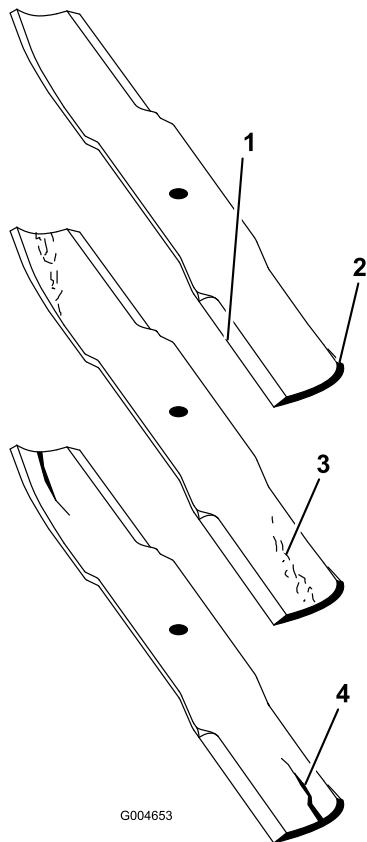

Figure 84
2. Examinez attentivement les tranchants de la lame, particulièrement au point de rencontre des parties plane et incurvée (Figure 84). Le sable et les matières abrasives peuvent éroder le métal à cet endroit, c'est pourquoi il est important de contrôler l'état de la lame avant d'utiliser la tondeuse. Remplacez la lame si elle vous semble usée (Figure 84).
Si la lame est trop usée, une entaille se forme entre la partie relevée et la partie plane (Figure 84). La lame risque alors de se briser et un morceau peut alors être projeté du dessous de la machine, vous blessant gravement ou une personne à proximité.